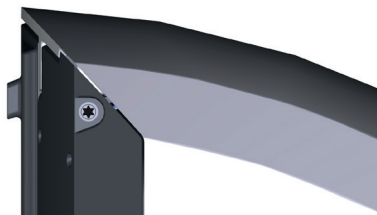

Figure 5 : Emplacement des vis Torx T25 pour desserrer, ajuster et fixer le boîtier
3. A l'aide d'un tournevis Torx M5 (T25), desserrez les deux vis sur le côté arrière du boîtier (voir figure 5).
4. Le châssis auxiliaire avec les prises de charge de type 2 doit être détaché, voir les figures 5 et 6. Le châssis auxiliaire est équipé d'un mécanisme à enclenchement sur les quatre points de raccordement. Il est préférable de détacher le châssis auxiliaire en détachant d'abord un côté (gauche ou droite), suivi de l'autre côté.